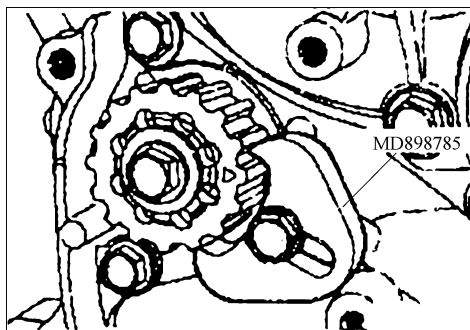

图 2-30 固定平衡轴带轮
(3) 平衡轴带轮安装 用如图 2-30 所示的工具固定平衡轴带轮。拧紧螺栓至规定的力矩。